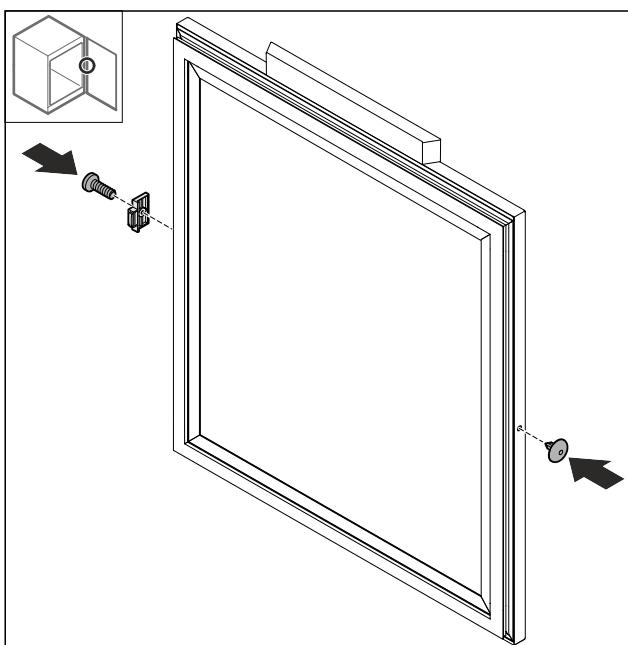

Fig. 70
- Za 180° obrnjen nastavek za vrata Fig. 70 (1) namestite na nasprotni strani.
- Pokrov Fig. 70 (2) vstavite na nasprotni strani.